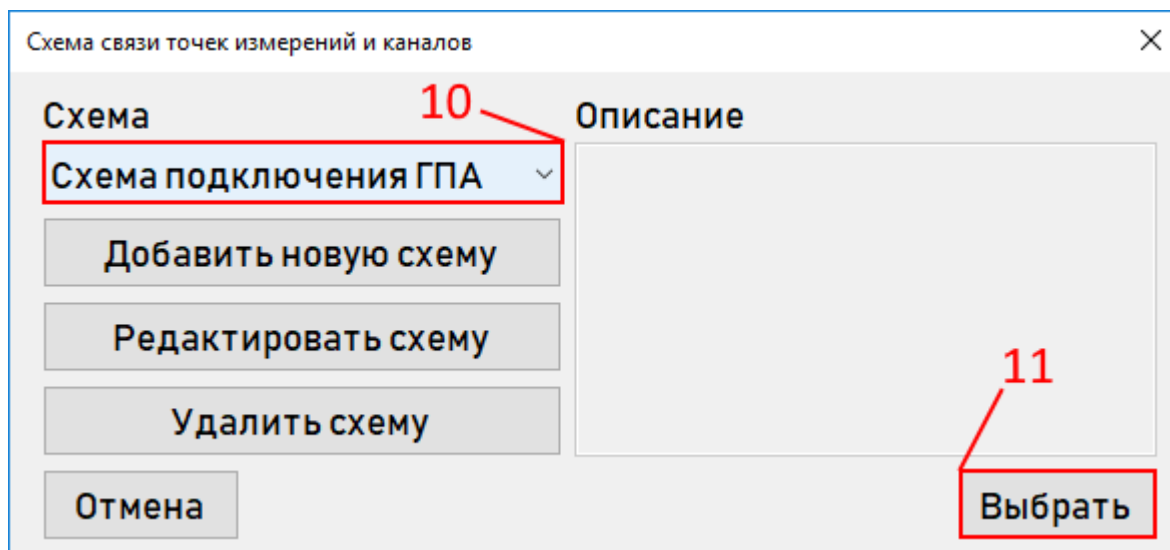

Рисунок 3.8.7
- из выпадающего меню «Схема» выбрать схему подключения (в данном примере «Схема подключения ГПА», см. Рисунок 3.8.7, поз. 10);
- нажать кнопку «Выбрать» (см. Рисунок 3.8.7, поз. 11);